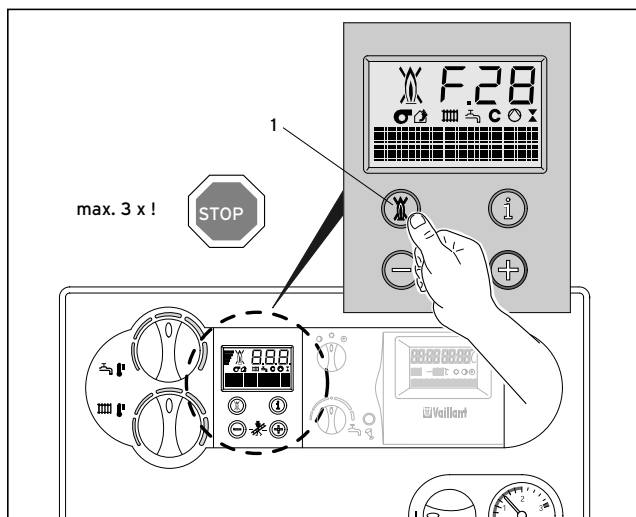

Рис. 3.15 Сброс состояния "Сбой"
- Для сброса состояния "Сбой" нажмите кнопку сброса состояния "Сбой" (1) и удерживайте ее в нажатом положении в течение ок. 1 с (рис. 3.15).